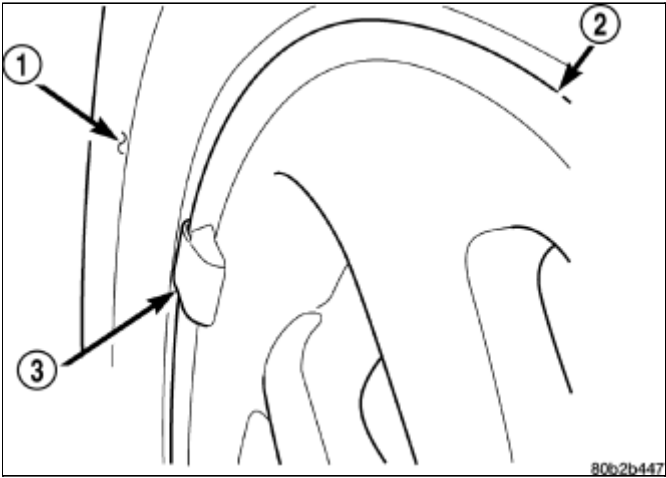

图 1 成形车轮自重
- ▮ 验证（OEM）车轮和轮胎以及车轮重量是否正确。 铝制车轮需要独特的车轮自重。 它们被设计成适合车轮的等值线\(图 1\)。